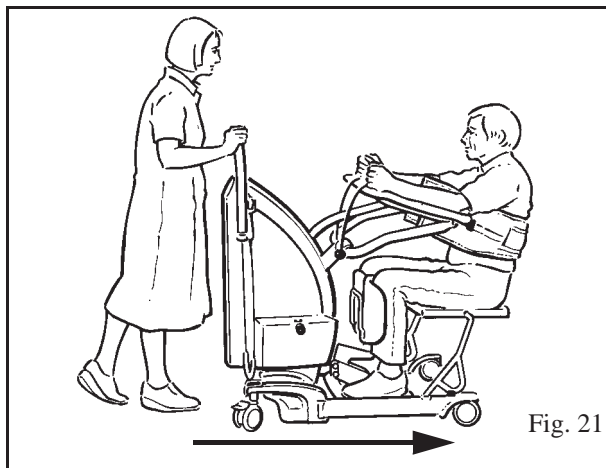

Fig. 21
Se necessário, insira a estrutura de assento removível nos orifícios de encaixe nas pernas do chassi; a seguir desça o paciente para uma posição de sentado confortável para uma utilização cómoda da sanita ou para transporte ao longo de maiores distâncias. (Ver Fig. 21)
**Nota:** O transporte deve ser feito com as pernas do chassi fechadas, pois é mais fácil passar por portas, etc. Mova sempre na direção ilustrada na Fig. 21.